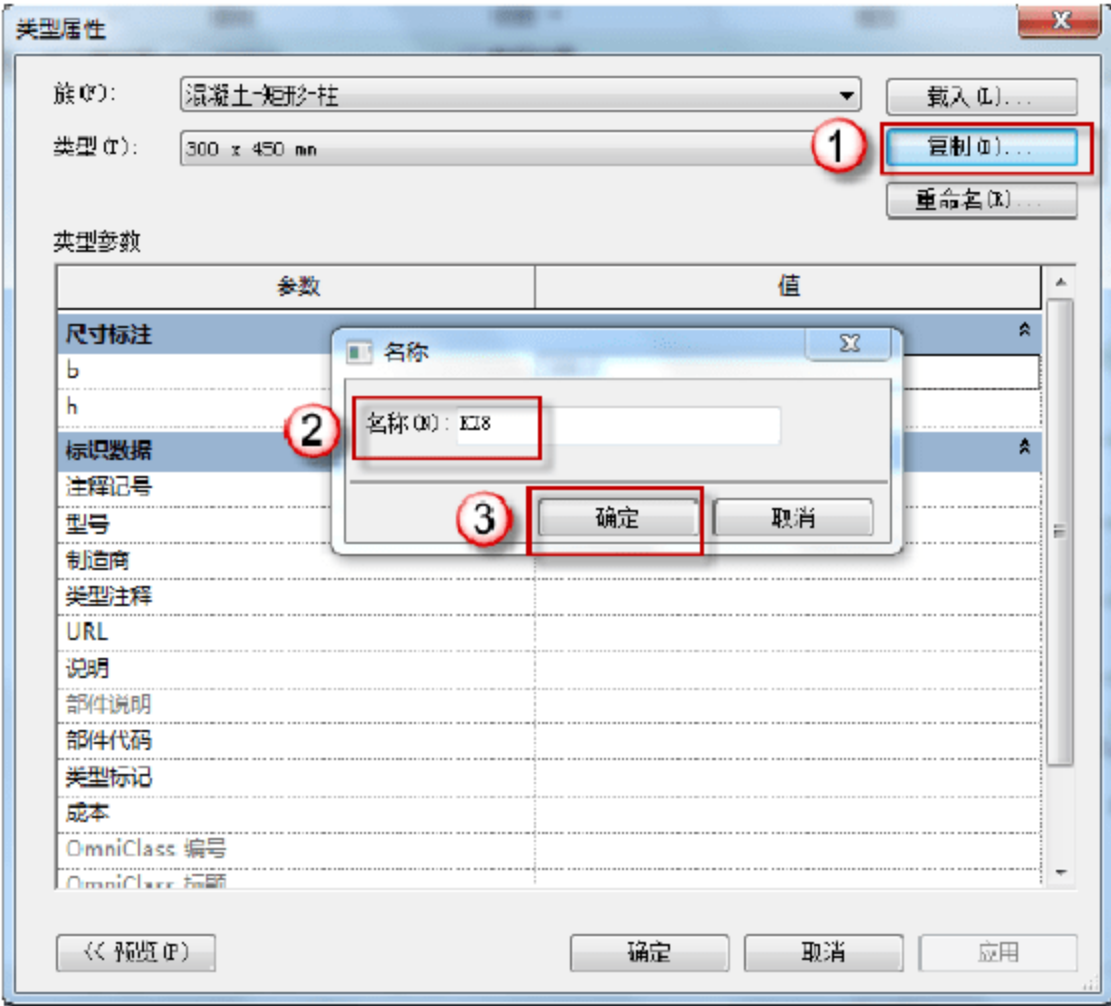
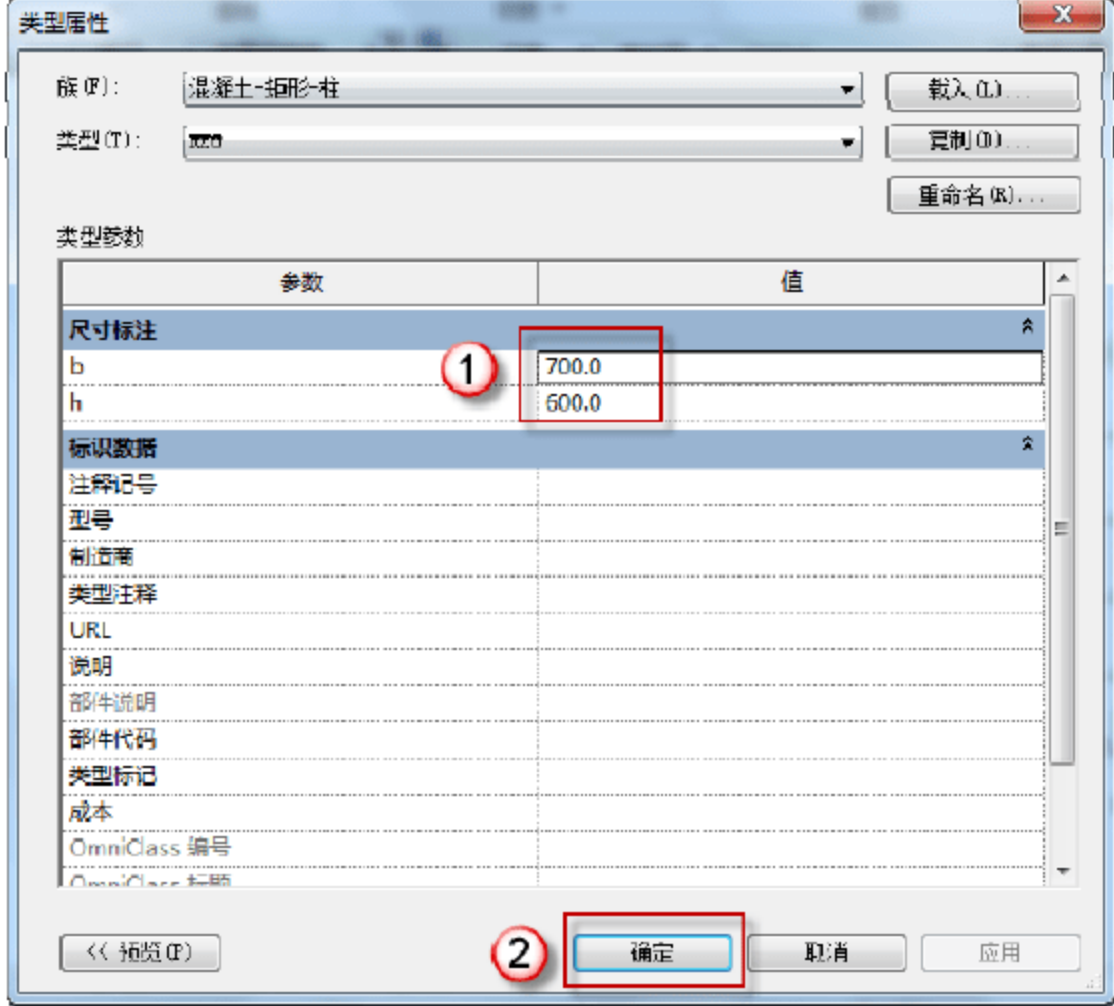

图 3.1.21 输入 KZ8 名称
图 3.1.22 输入 KZ8 截面尺寸
(12) 建立框架柱 KZ8 信息库。选择“结构”→“柱”→“编辑类型”命令，在弹出的“类型属性”对话框中，单击“复制”按钮，在弹出的对话框中输入 KZ8 字样，单击“确定”按钮。在“尺寸标注”栏中输入 b、h 的尺寸，单击“确定”按钮，如图 3.1.21 和图 3.1.22 所示。